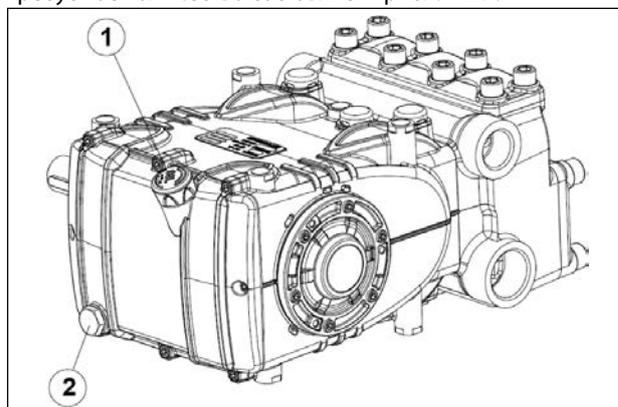

Рис. 3
Проверьте уровень масла, при необходимости долейте. Маслоизмерительный щуп поз. ①, Рис. 3.
Для того чтобы правильно измерить уровень масла, насос должен остыть до температуры окружающей среды. Смену масла нужно выполнять при рабочей температуре насоса, вынув маслоизмерительный щуп поз. ①, а затем - пробку поз. ②, Рис. 3.